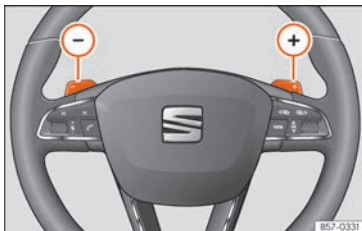

Abb. 261 Lenkrad: Hebel für Automatikgetriebe.
- Tippen Sie die Schaltwippe (+), um einen Gang hochzuschalten »» **Abb. 261**.